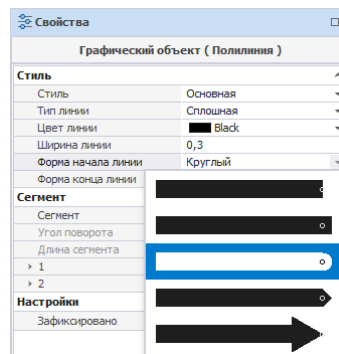

Рис. 294 Выбор формы начала и конца линии
- Форма начала/конца линии – выпадающий список с визуально представленными вариантами начала и конца линии, Рис. 294;